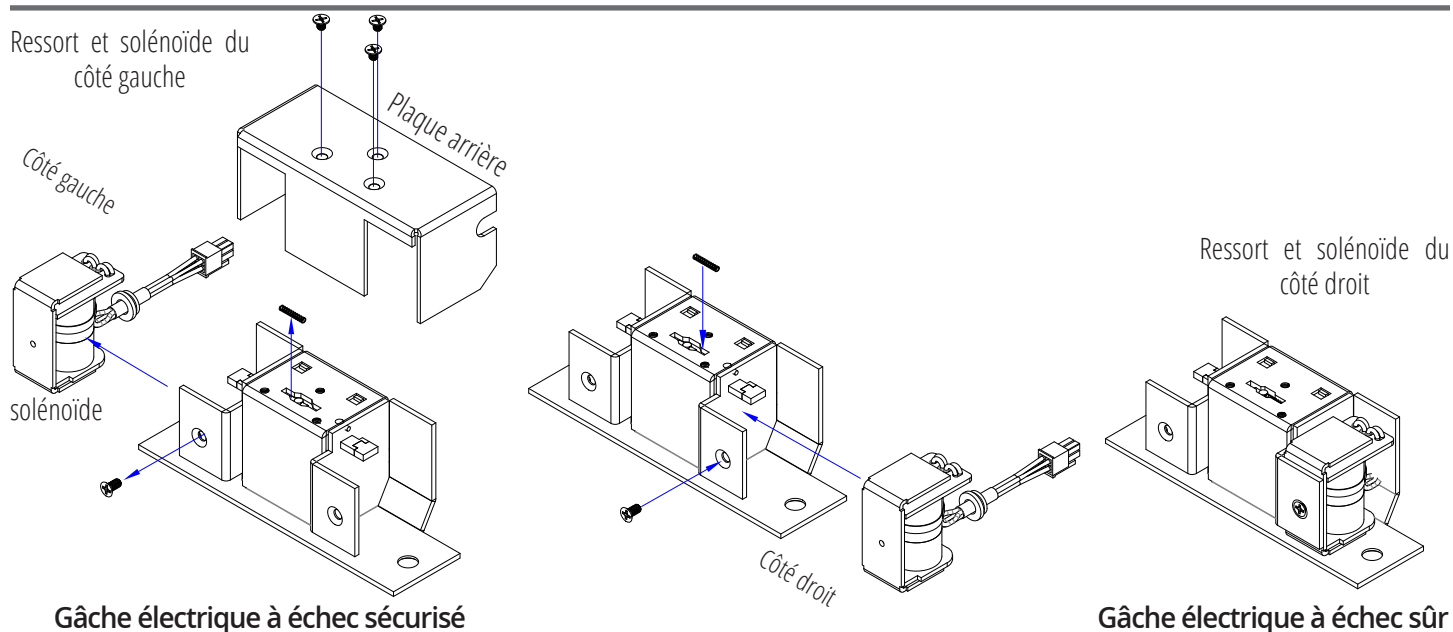

Figure 6.1
1. Desserrez et retirez les vis à l'arrière de la gâche, comme indiqué dans la figure 6.1.